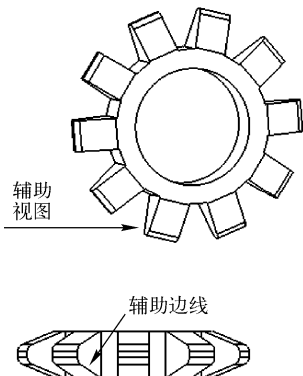

图 12-13 辅助视图举例
辅助视图类似于投影视图,它的投影方向垂直所选视图的参考边线,如图 12-13 所示。
(1) 打开的工程图如图 12-13 所示。
(2) 单击“工程图”工具栏中的 A (辅助视图) 按钮,或选择菜单栏中的“插入”→“工程视图”→“辅助视图”命令。
(3) 选择要生成辅助视图的工程视图中的一条直线作为参考边线,参考边线可以是零件的边线、侧影轮廓线、轴线或所绘制的直线。